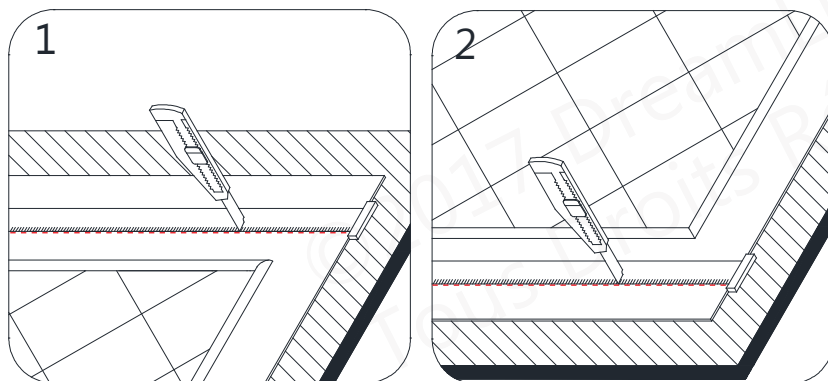

Fig 16a
16. Placez le **panneau latéral (N°02)** sur un bout de panneau plat de contreplaqué ou de particules. Utilisez un équerre en T et un couteau industriel affilé pour inciser en suivant les repères tracés le long du **panneau arrière (N° 02)** (de l'étape précédente), et continuez d'inciser en suivant les repères jusqu'à ce que vous ayez complètement découpé le panneau. **(Fig. 16a et Fig. 16b)**